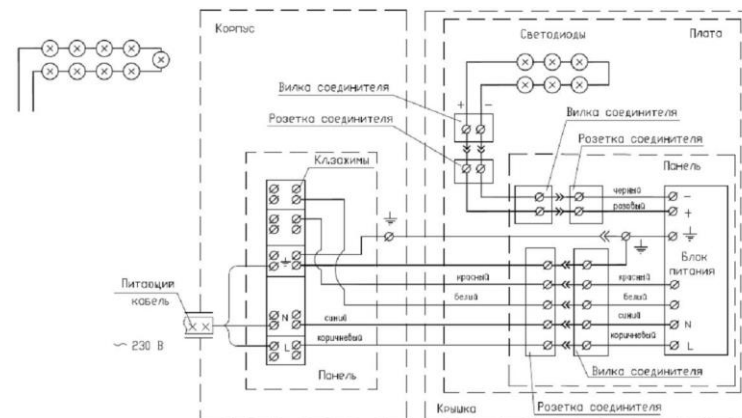

Рисунок 1. Схема электромонтажных соединений светильников серий «Ксеон 2» и «Ксеон 3».
5.2.3 Питающий гибкий трехжильный кабель сечением жил 1,5 мм² пропустить через шарнир 5 и сальник 24, ввести в корпус светильника и присоединить линейный, заземляющий и нейтральный проводники к клеммным зажимам 7 согласно маркировке (см. рисунок 1); кабель зафиксировать скобой 25.